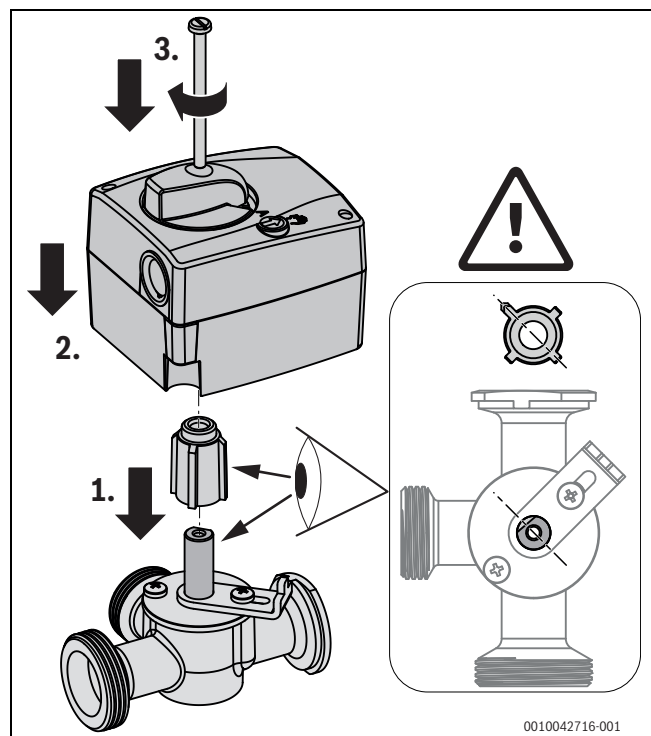

Bild 35 Mischermotor montieren
- ▶ Neuen Motor mit Mitnehmerhülse in der dargestellten Reihenfolge auf das Mischventil montieren (→ Bild 35).